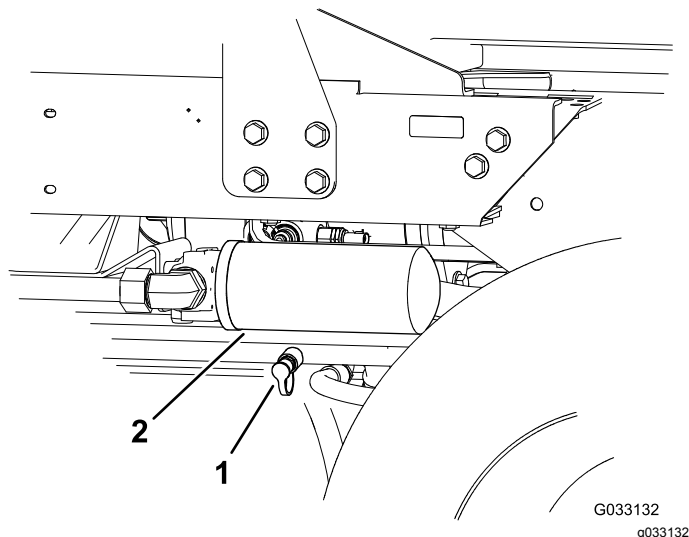

Figura 39
2. Collegate un flessibile idraulico tra il raccordo diagnostico montato sul collettore della trazione posteriore e il foro diagnostico della pressione della trazione in retromarcia (Figura 39).